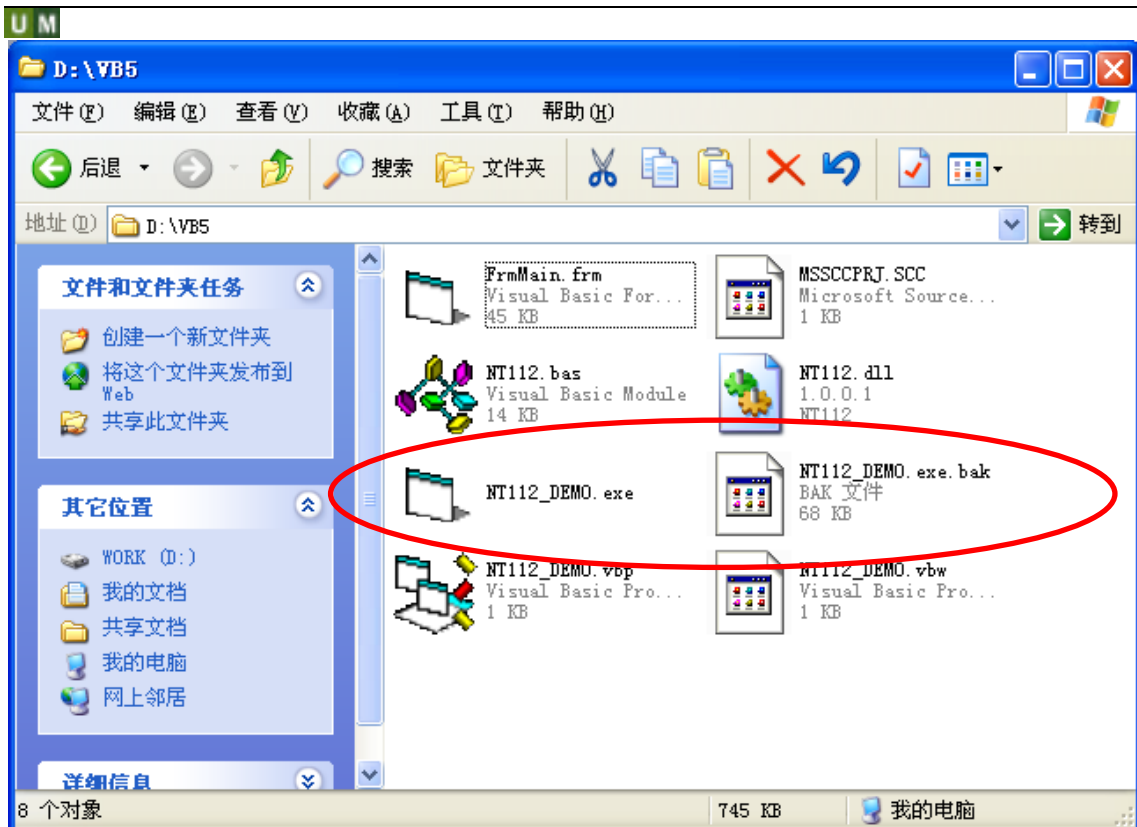

图 7.20 DLL 外壳加密结果
10. 最后单击“开始加密”按钮,即可对选中的EXE文件进行加密,结果参考如图7.20所示。其中,NT112_DEMO.exe文件是加密后的文件;NT112_DEMO.exe.bak为没加密的EXE文件的备份。